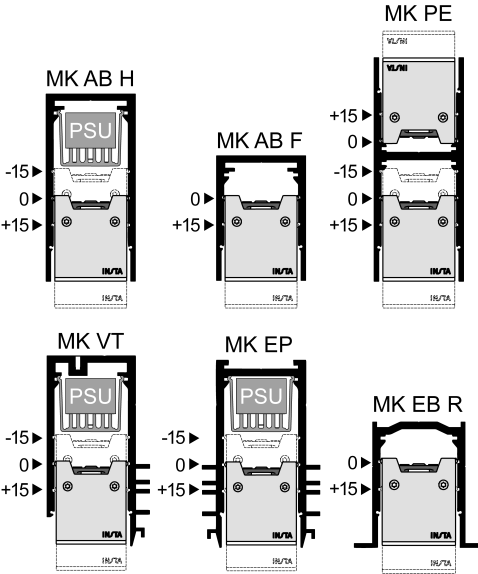

Bild 3: Raststufen abhängig vom Profiltyp
- Sämtliche Anschlussleitungen im Profil (5) verlegen und mit Kabelhaltern (6) fixieren.
- Lichteinsatz (1) anschließen und bis zur gewünschten Raststufe in das Profil (5) drücken.
- Abhängig vom Profiltyp sind verschiedene Positionen und Raststufen für die Lichteinsätze möglich (Bild 3).